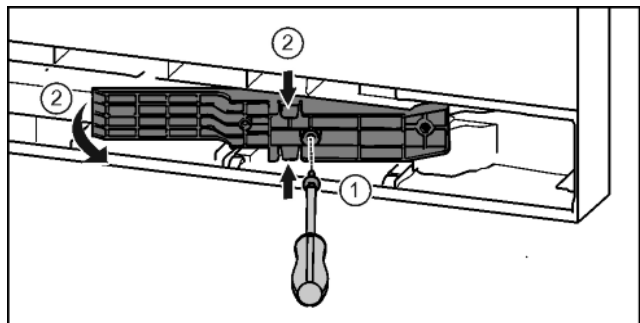

Fig. 22\*
► С отвертка T15 развийте винтовете.\* Fig. 22 (1)
► Изтеглете адаптерния елемент.\* Fig. 22 (2)